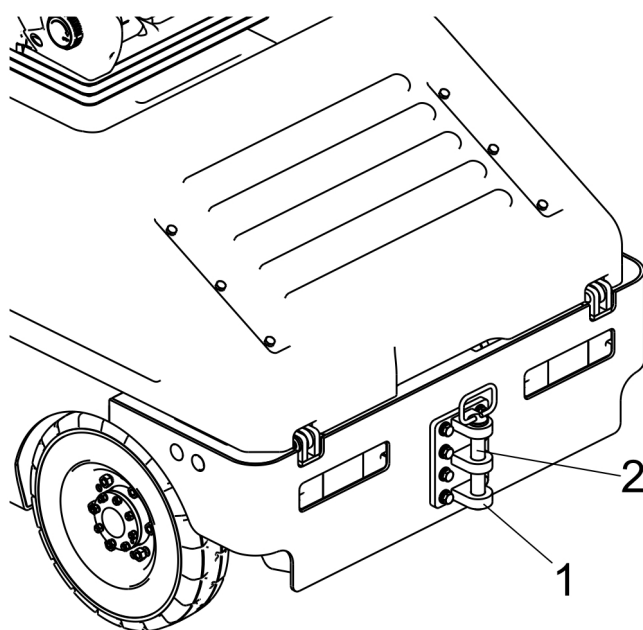

图 21 连接拖车
- 将插销（图 21 中 2）从挂钩（图 21 中 1）中向上拔出；